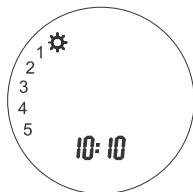

Рис. 8. Установка времени начала периода
Для входа в режим программирования периодов и температуры нажмите и удерживаете в течение 5 сек. символ меню (8). На дисплее терморегулятора отобразится индикация времени и дней недели (рис. 8).